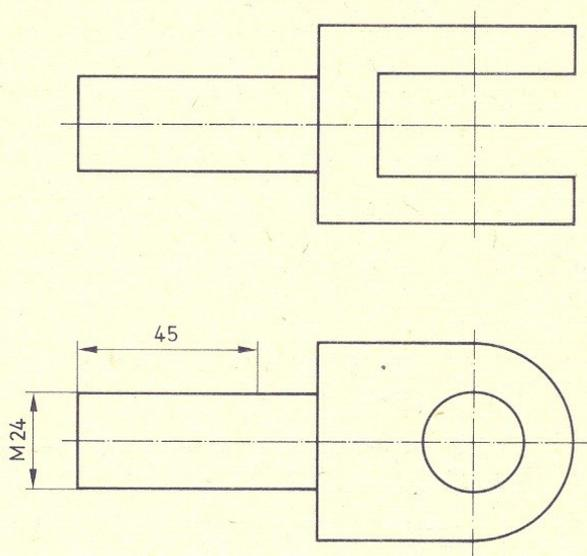

Bild 55.1.
- ① Ermittle für folgende Gewindemaße den Nenndurchmesser und den zeichnerischen Kerndurchmesser: M 5, M 12, M 48!
- ② Skizziere die *Feststellschraube* und die *Feststellmutter* (im Schnitt) eines Einsatzzirkels! Nach der Skizze sind die Teile in Ansichten im Maßstab 10:1 zu zeichnen!
- ③ Vervollständige die zwei Ansichten des *Gabelkopfes* in Bild 55.1. und ergänze die Ansicht von links! Trage die Maße ein! Sie sind ausnahmsweise der Zeichnung zu entnehmen.